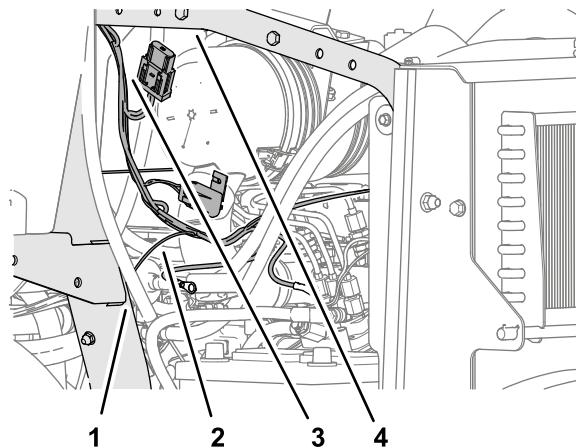

図 7
1. 機体の左側で、電源ハーネスのうちでタブ端子コネクタのついている枝線をエンジンの前方およびROPS の下部チューブに向けて引き出す図 7。
3. 電源ハーネスのうち、2ピンコネクタ、ピンコネクタ、8ソケットコネクタのついている枝線を、下側ROPSチューブに沿って上方に、サポートチューブまで導く図7。